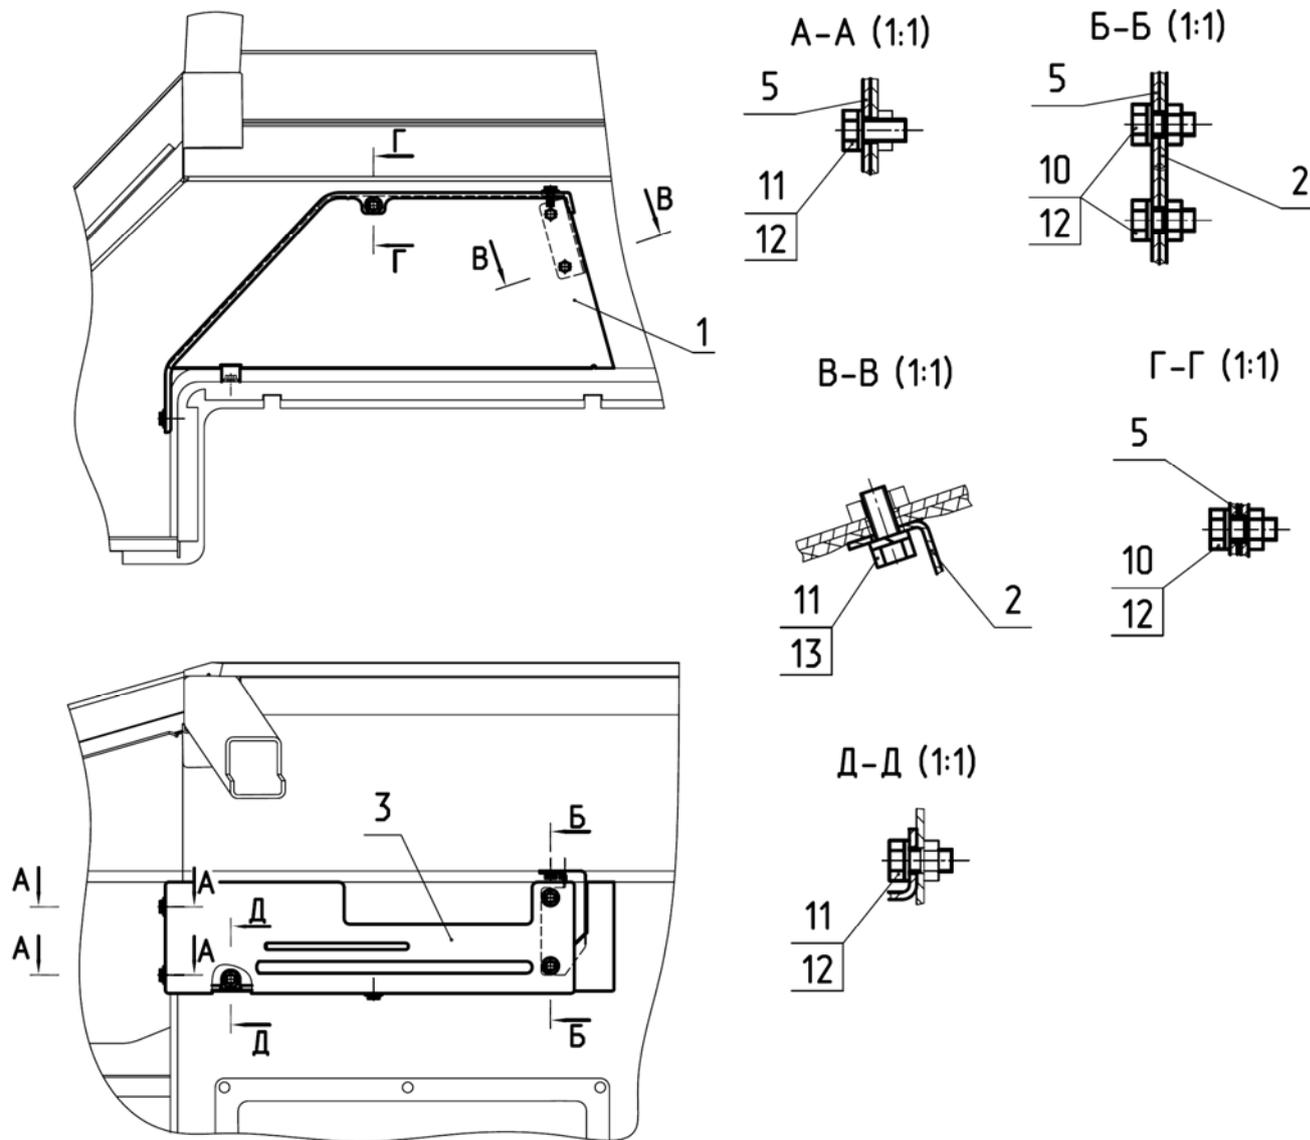

Рисунок 7.6
1) открутите болты (10) и (11), снимите крышку (3) (рисунок 7.6);
2) открутите болты (11) и снимите пульт (1);
3) открутите болты (11) и снимите кронштейн (2).